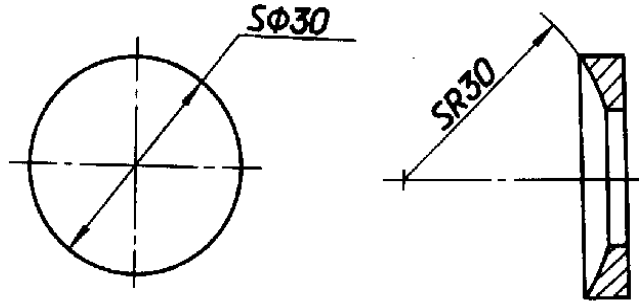

图 25
3.1 标注直径时，应在尺寸数字前加注符号“ ϕ ”；标注半径时，应在尺寸数字前加注符号“ R ”；标注球面的直径或半径时，应在符号“ ϕ ”或“ R ”前再加注符号“ S ”（图25）。